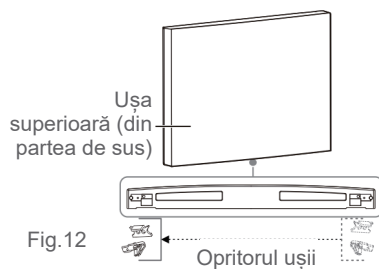

Fig.12
13. La ușa superioară, scoateți opritorul ușii după ce ați slăbit șurubul din partea de jos dreapta, apoi refixați opritorul ușii în partea din stânga jos cu ajutorul șurubului (→ Fig. 12).